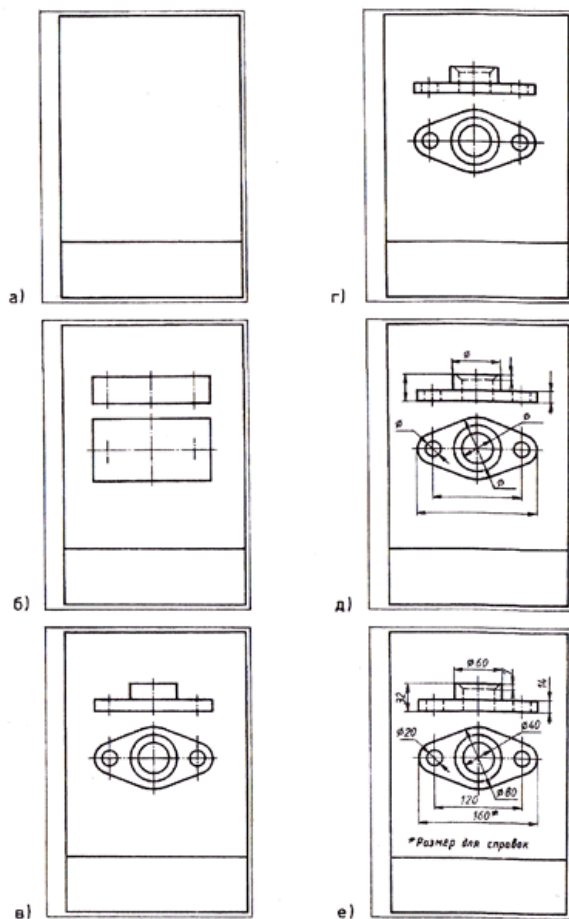

Рис. 164. Последовательность выполнения эскиза
4. Подберите размер формата, нанесите внутреннюю рамку и основную надпись (рис. 164, а).
5. Выбрав приблизительно масштаб изображений, спланируйте размещение видов на чертеже с помощью габаритных прямоугольников так, чтобы между ними вместились размерные линии (рис. 164, б).
6. Постройте изображение видов, предварительно нанеся осевые и центровые линии, если это необходимо (рис. 164, б, в).
7. Обведите изображения на эскизе (рис. 164, г).
8. Нанесите размерные и выносные линии (рис. 164, д).
9. Обмерьте деталь и нанесите размерные числа (рис. 164, е).
11. Проверьте правильность выполнения эскиза (рис. 164, е).